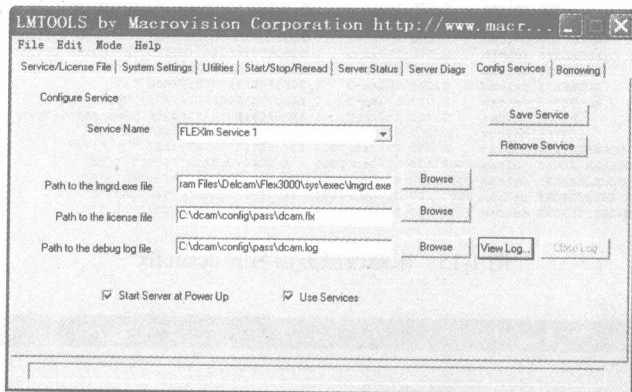

图 1-18 浮动授权设置
⑤ 接着设置管理工具，如图 1-18 所示，在“Path to the lmgrd.exe file”文本框旁单击 Browse 按钮，选取 Flex3000 安装路径 (...\\Delcam\\Flex3000\\sys\\exec) 下的“lmgrd.exe”文件，在“Path